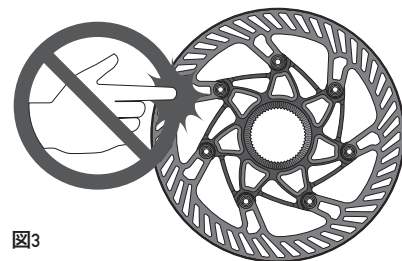

図3
- ・ 自転車が停止した状態であっても、決してディスク・ブレーキ・ローターに手を触れないでください。ローター自体が非常に高温になることがあり、深刻な火傷を負う可能性があります。また、偶発的な自転車の動きによって、指や手が危険にさらされ、深刻な裂傷や骨折の原因になることがあります (図3)。